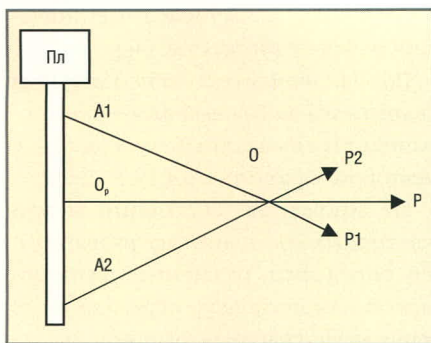

Рис. 1. Бесконечная излучающая плоскость Пл, на которой источники ИК-излучения равномерно распределены и имеют одинаковую интенсивность
- Рассмотрим бесконечную излучающую плоскость Пл, на которой источники ИК-излучения равномерно распределены и имеют одинаковую интенсивность (см. рис. 1). Докажем от противного, что такая бесконечная плоскость излучает плоскую волну. Предположим, что волна не плос-